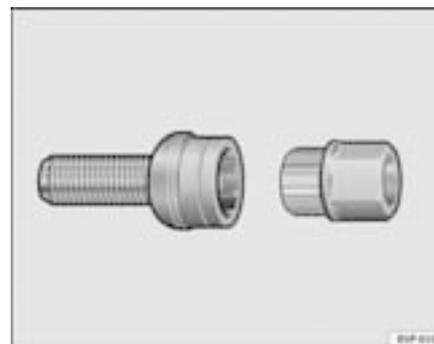

Fig. 140 Tornillo anti-robbo de la rueda
- Coloque el adaptador hasta el tope en el tornillo antirrobo de la rueda ⇒ **página 215, fig. 140.**